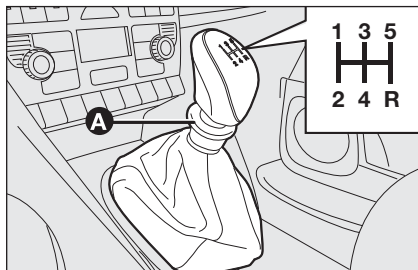

fig. 2
- sollevare il collarino scorrevole **A** fig. 2 o fig. 3 posto sotto il pomello e contemporaneamente spostare la leva verso destra e poi indietro.